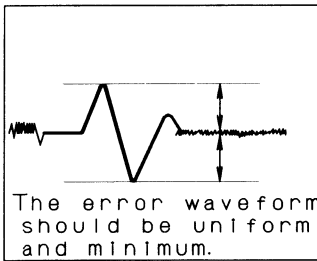

Figure 27-2
*4 Watch the monitor. Adjust so that the error waveform is uniform and minimum (Fig. 27-2) and the audio output is played properly without noise (track jump noise) and free from skips and pauses.
*6 Watch the monitor. Adjust so that the error waveform is uniform and minimum (Fig. 27-2) and the audio output is played properly without noise (track jump noise).
*4 Den Monitor beobachten. So einstellen, daß die Fehlerwellenform gleichförmig und minimal ist (Abb. 27-2) und daß der Tonausgang ohne Geräusch (Titelsprunggeräusch) richtig wiedergegeben wird und von Übersprünge
*6 Den Monitor beobachten. So einstellen, daß die Fehlerwellenform gleichförmig und minimal ist (Abb. 27-2) und daß der Tonausgang ohne Geräusch (Titelsprunggeräusch) richtig wiedergegeben wird.
*4 Regarder le moniteur. Agir sur la résistance de telle façon que la forme d'onde d'erreur soit uniforme et minimale (Fig. 27-2) et que la sortie audio se fasse sans bruit (saut de plage) ni pause.
*6 Regarder le moniteur. Agir sur la résistance de telle façon que la forme d'onde d'erreur soit uniforme et minimale (Fig. 27-2) et que la sortie audio se fasse correctement sans bruit (saut de plage).